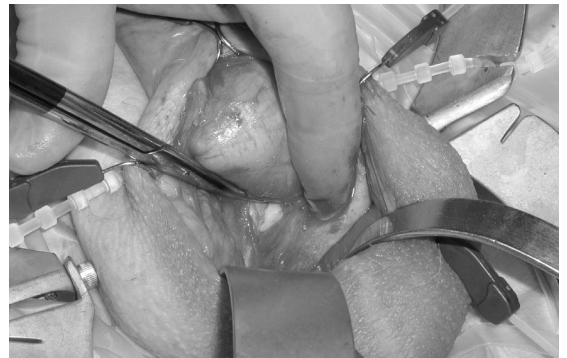

Abbildung 4-18.
7. Durch die scharfe Präparation der Buck-Faszie, die die auseinandergehenden Corpora cavernosa mit dem Corpus spongiosum verbindet, kann die Harnröhre leicht mobilisiert werden (**Abbildung 4-18**).